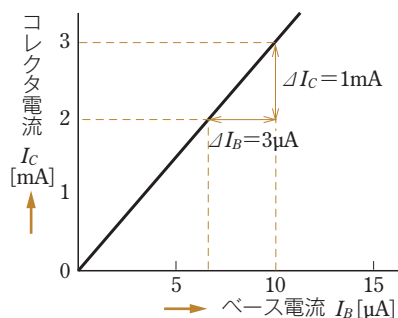

図7 測定結果のグラフ
③ 測定値をもとに、図7のように横軸にベース電流  $I_B$